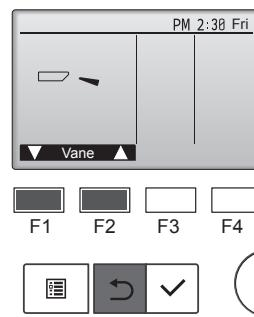

Fig. 8-4
- Tryck på [VÄLJ] så att skärmbilden Bladfunktion visas, och tryck sedan på [F1] och [F2] för att kontrollera den automatiska fläktbladsfunktionen. (Fig. 8-4)